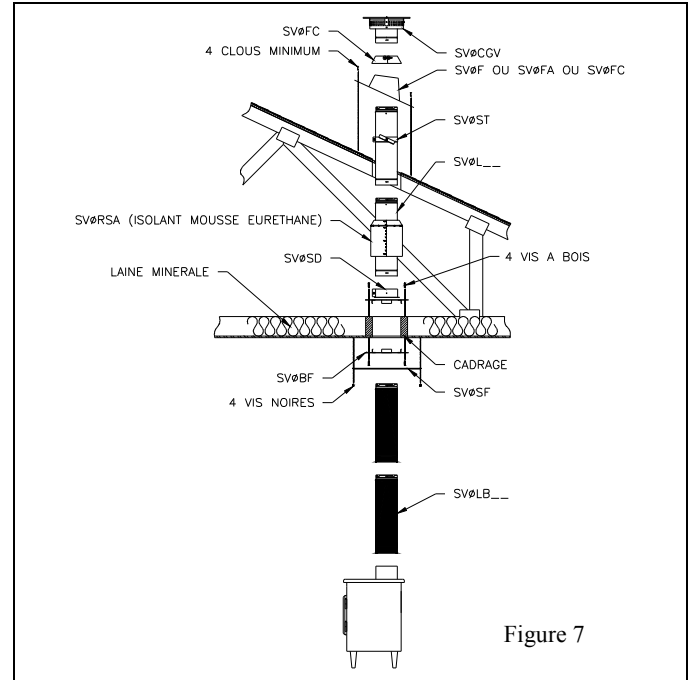
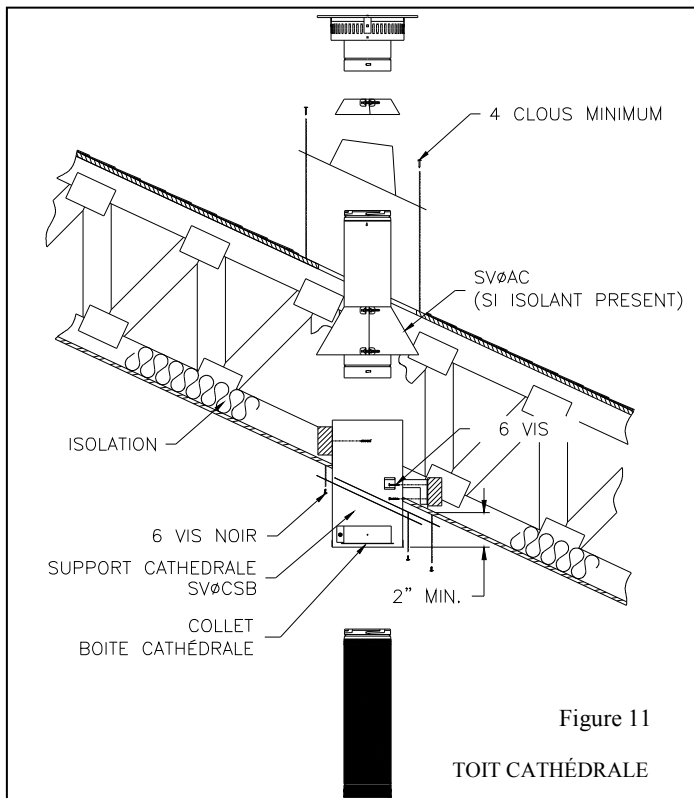

Figure 7
Figure 11
6. Utiliser un support de plancher (modèle # SVØSD) pour supporter l'évent dans le grenier. Installer au plus 40 pieds de conduit 4 po. et 30 pieds de conduit 5 po. par support de plancher ! Placer le support de plancher sur le conduit et le visser au cadrage. Le support de plancher doit être fixé au conduit avec un minimum quatre (4) vis. Les équerres doivent être dirigées vers le bas (voir fig. 7). Serrer le collet sur le conduit. Le côté plat du collet doit être placé sur le support. Installer un coupe feu de grenier sur le support de plancher s'il y a possibilité que l'isolant puisse être en contact avec le conduit dans le grenier. Un support cathédrale carré peut aussi être utilisé (fig. 11).
4. Insérer le support cathédrale (modèle # SV-CSB) dans le trou ; la base du support doit se trouver à au moins 2" du plafond. À l'aide d'un niveau, aligner le support à la verticale et à l'horizontale et le visser au cadrage (Voir figure 11).